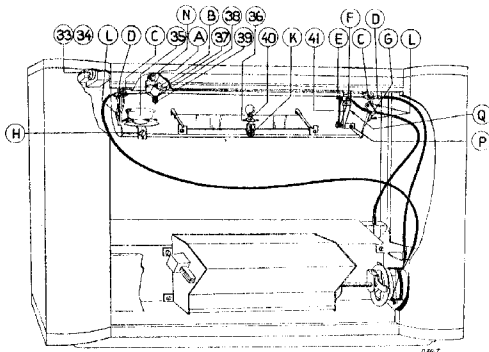
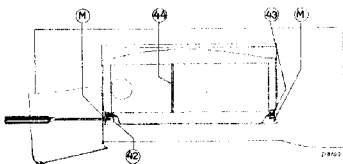

Fig. 7
Fig. 9
Het uitkassen (zie fig. 7).
- De juiste ligging der aandrijfkabels is aangegeven in fig. 7. Bij minimum condensatorcapaciteit moet het bevestigingsschroefje in de aandrijfrol naar beneden wijzen, terwijl de indicator op de stationsnamenschaal eveneens op minimum staat.
- De boutjes L (fig. 7) een slag losdraaien en de schaal aan de voorzijde zoo ver naar voren drukken dat de beide schroeven M (fig. 9) aan de bovenzijde van het apparaat zichtbaar worden.
- Kartelschroef N (fig. 7) uitdraaien, hierdoor komt de wijzer met het klembegeltje los en kan uit de klapschaal genomen worden.
Deze wordt in zijn geheel geleverd. Na uitdraaien van de schroeven P en Q (fig. 7), is het geheel gemakkelijk bereikbaar en kan de schuifkabel overgezet worden naar de nieuwe indicator.